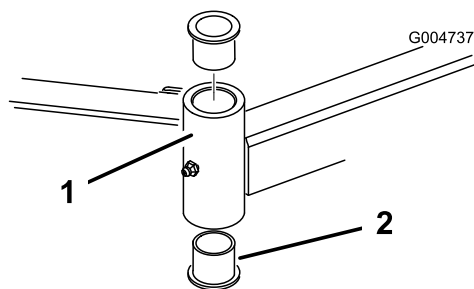

Рисунок 125
4. Вставьте пробойник сверху или снизу монтажной трубы и выбейте втулку из трубы (Рисунок 125).